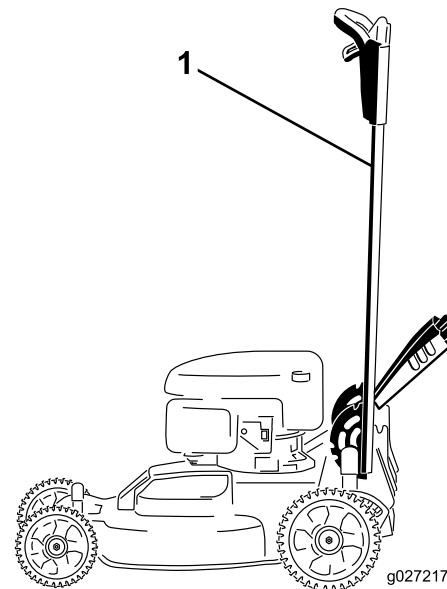

Bild 40
1. Arretieren Sie den Bügel in der vertikalen Stellung (Bild 40), siehe Einstellen der Bügelhöhe \(Seite 12\).